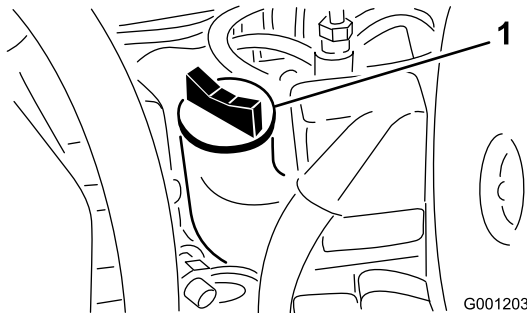

Bild 22
3. Wenn der Ölstand unter der Voll-Marke liegt, nehmen Sie den Fülldeckel ab (Bild 22) und gießen Sie genug Öl ein, um den Ölstand bis zur Voll-Marke anzuheben. **Füllen Sie nicht zu viel ein..**